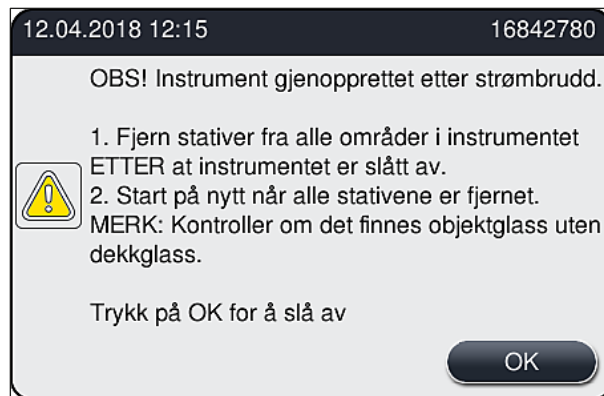

Fig. 109
- Etter at strømforsyningen har blitt gjenopprettet, utfører apparatet automatisk en omstart. Brukeren underrettes om strømbruddet via en informasjonsmelding (→ Fig. 109) på skjermbildet, og hendelsen angis i hendelsesloggen.
- ① Etter at strømforsyningen har blitt gjenopprettet, starter apparatet automatisk på nytt. Et advarsellydsignal høres, og en varselmelding vises på displayet (→ Fig. 109).
Følg deretter anvisningene i informasjonsmeldingen (→ Fig. 109) og fjern objektglassene fra apparatet.